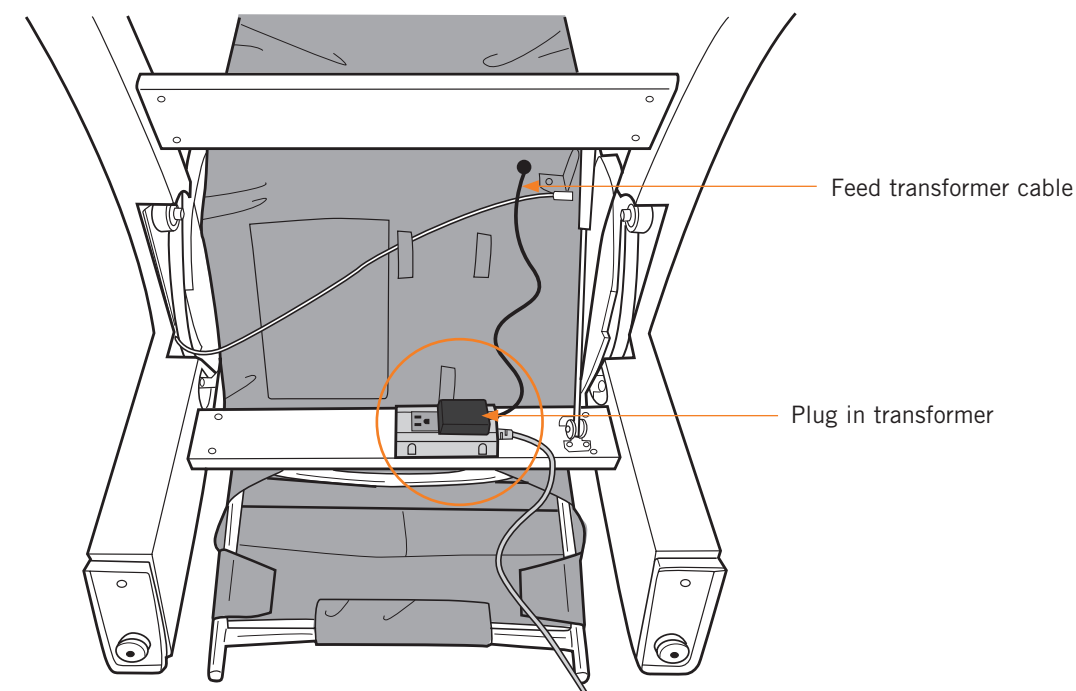

Fig.13
4. Branchez le transformateur dans la multiprise droite. Acheminez le câble de transformateur à travers le guide de câble, puis par le trou dans la toile de fauteuil (Fig.13).